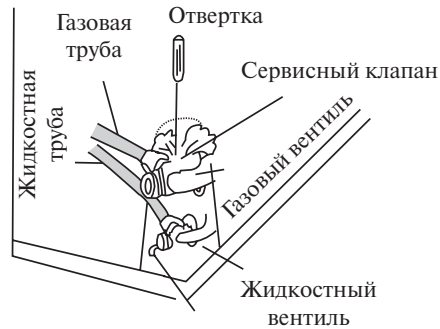

Рис. 7
8. Полностью откройте жидкостный и газовый вентилях (см. рис. 7).